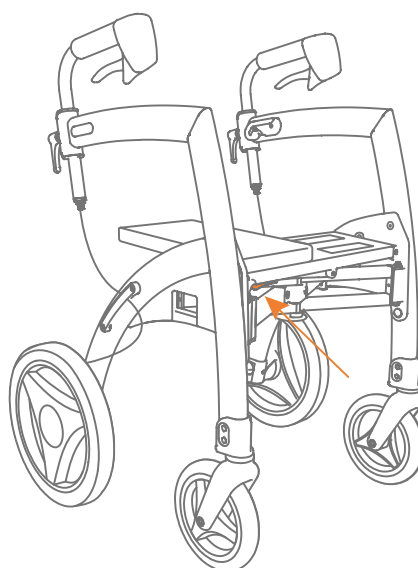
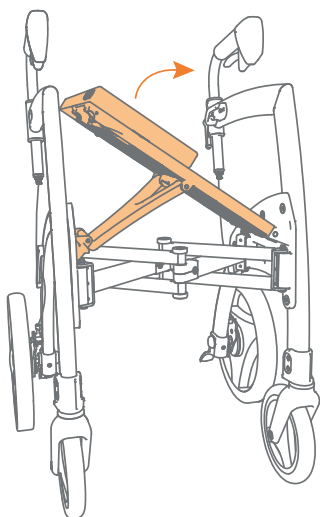

Figure 11A: Maintenir le bouton rouge enfoncé.
Figure 11B: Soulever partiellement le siège.
- d.** Appuyez sur le bouton rouge de déverrouillage situé en-dessous du siège (**Figure 11A**) et soulevez partiellement le siège (**Figure 11B**).